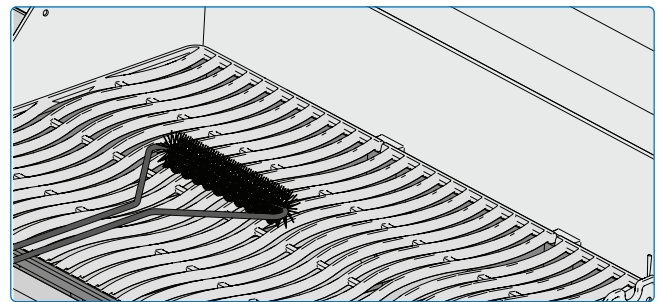

Abb. 18
- Zum Reinigen den Grill vorheizen und mit einer Drahtbürste Speisereste entfernen (**Abb. 18, 19, 20**).